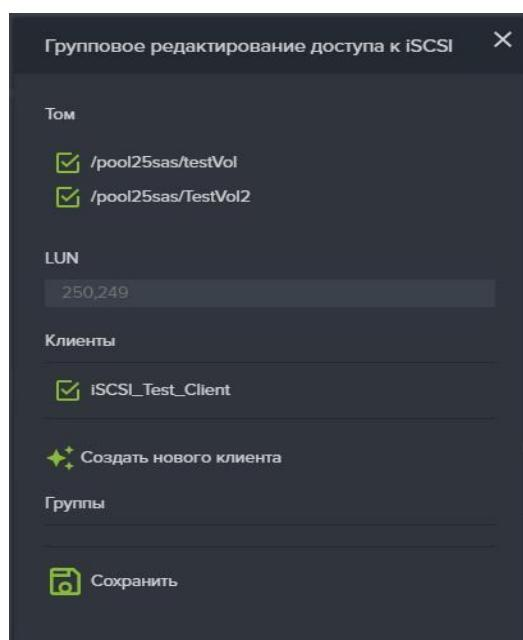

Рисунок 85. Групповое редактирование доступа к iSCSI
2. Откроется окно, представленное на Рисунок 85;